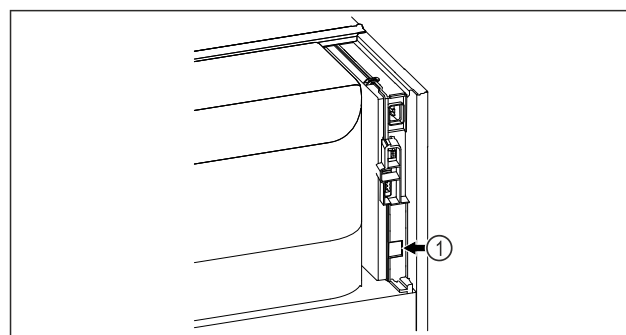

Fig. 131
- ☐ Le SmartModule Fig. 131 (1) est installé.